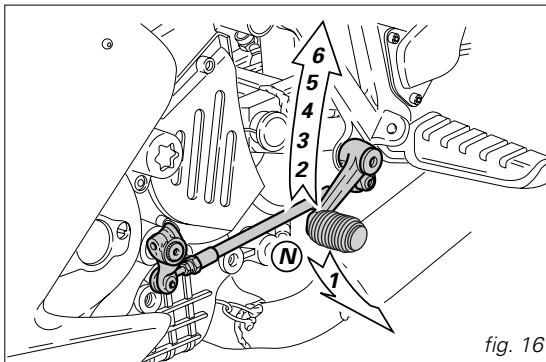

fig. 16
**Gear change pedal (fig. 16)**